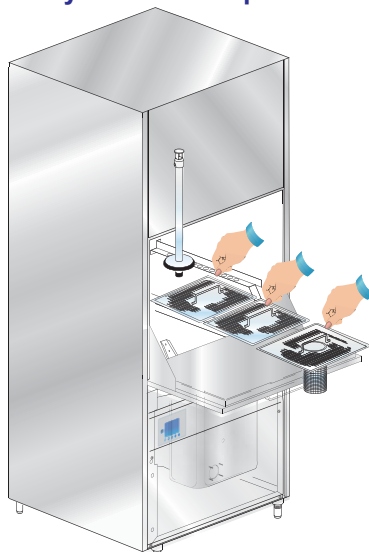

Fig. 2
- Retirer le filtre de surface (si présent) et le nettoyer sous l'eau courante (voir fig. 2). Vidanger l'eau dans la cuve (voir paragr. 3.1.3).